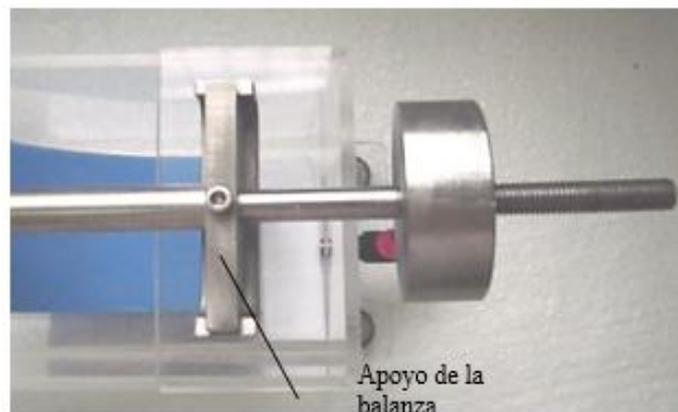
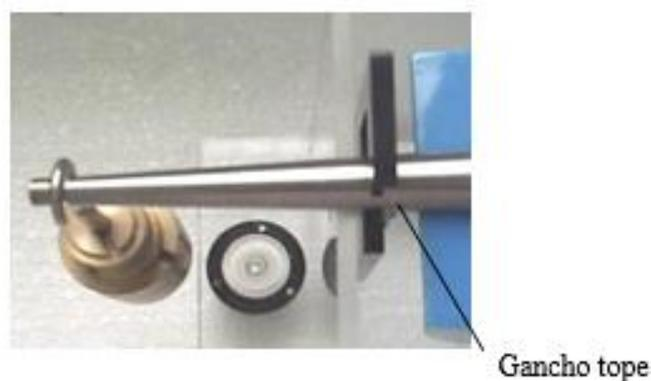

Figura 30
Figura 31
3. Con el depósito emplazado sobre el Banco o Grupo Hidráulico, colocar el brazo basculante sobre el apoyo (perfil afilado, ver **Figura 30**). Colgar el platillo al extremo del brazo (ver **Figura 31**).